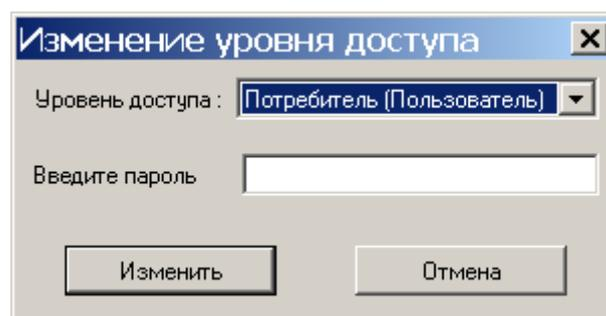

Рисунок 3.10
Для изменения уровня доступа к счетчику необходимо нажать кнопку *Изменить уровень доступа к счетчику*, и в открывшемся окне *Изменение уровня доступа* (рисунок 3.10) выбрать новый уровень доступа и ввести пароль. На заводе-изготовителе как для потребителя (пользователя), так и для продавца (администратора) устанавливается пароль «00000000» (восемь нулей).
3.3.3.6 После запуска программы при добавлении нового счетчика в канал для счетчика устанавливается уровень доступа *Пользователь (Потребитель)* с паролем «00000000» (заводской пароль). Изменение параметров доступа для всех счетчиков, используемых в текущий момент в программе, осуществляется в окне *Изменение уровня доступа* (рисунок 3.10), которое открывается при выборе в главном меню *Счетчики* пункта *Изменить уровень доступа ко всем счетчикам*. После изменения уровня доступа для всех используемых в программе на текущий момент счетчиков (а также новых добавляемых) будут применены новые параметры доступа.
3.3.3.7 Для изменения параметров доступа для всех новых добавляемых счетчиков, используемых в программе, необходимо в главном меню *Счетчики* выбрать пункт *Изменить уровень доступа к добавляемым счетчикам*, и в появившемся окне *Изменение уровня доступа* указать уровень доступа и пароль (рисунок 3.10), после чего для всех новых добавляемых счетчиков будут применены новые параметры доступа.